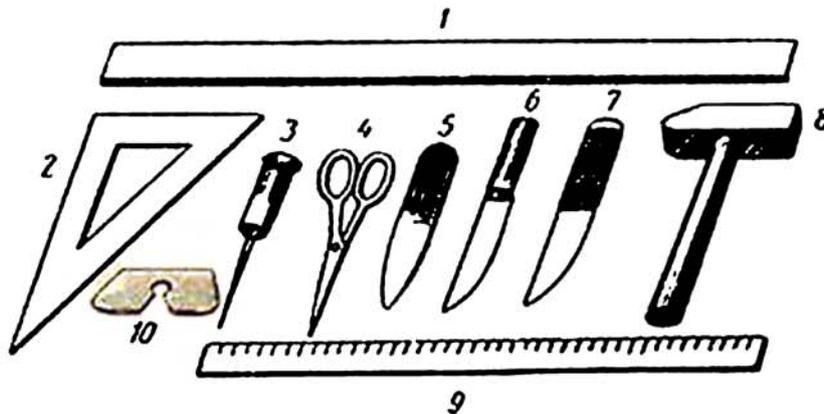
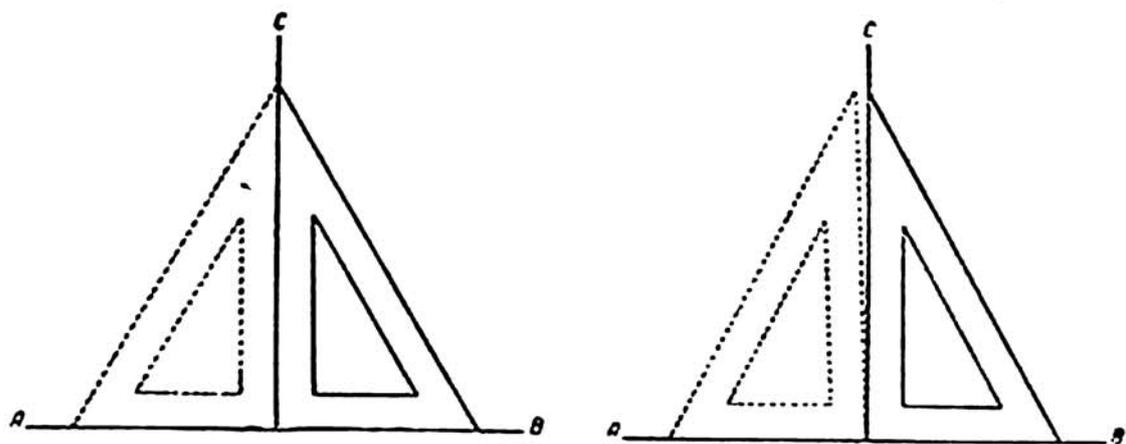

Рис. 9. Инструменты для переплета:
Рис. 10. Проверка угольника: слева—угольник правильный, справа—угольник неправильный
**Ножи** для резки бумаги, картона и тканей (рис. 9, 6, 7). Специальных ножей для переплетных работ в продаже нет;
**Н о ж и ц ы** (рис. 9, 4) длиной 20—22 см с острыми концами и с шарниром посередине или ближе к кольцам.
**Л и н е й к а** **м е т а л л и ч е с к а я** (рис. 9, 7) длиной 80—110 см, шириной 3—4 см, толщиной 3 мм, с нанесенными на ее верхнюю грань делениями на сантиметры и миллиметры. Такая линейка удобна как для отмеров, так и для резки по ее отшлифованным граням больших листов бумаги и картона.
**Л и н е й к а** **д е р е в я н н а я** измерительная (рис. 9, 9) длиной 35—40 см, шириной 2,5—3 см, толщиной 2 мм, с нанесенными на ее верхнюю грань четкими делениями на сантиметры и миллиметры.
**У г о л ь н и к** **м е т а л л и ч е с к и й** (рис. 9, 2) из листовой стали толщиной 2 мм. Ширина сторон угольника равняется 5 см. Длина внешних сторон угольника, образующих прямой угол,—33 и 23 см. Прежде чем пользоваться угольником, следует убедиться в том, что его стороны образуют прямой угол. Надо положить угольник на большой лист бумаги и провести линии по сторонам, которые образуют прямой угол. Горизонтальную линию продолжить по подставленной к угольнику линейке, затем угольник повернуть вокруг вертикальной стороны на 180° и совместить горизонтальную сторону угольника с горизонтальной линией; если при этом вертикальная сторона угольника не отклонится от вертикальной линии, то угол, образованный этими сторонами,—прямой (рис. 10).
Шило переплетное (см. рис. 9, 3) должно иметь металлическую ручку. Лучше, если все шило, то есть его ручка и стержень, будет выточено из стального бруска. Сталь для шила подбирается твердая, но не перекаленная, чтобы шило в работе не гнулось и не ломалось.
Молоток стальной (см. рис. 9, 8) с широкой головкой и деревянной ручкой длиной 20—22 см, весом приблизительно 400 г.
**Косточка переплетная** (см. рис. 9, 5)—тонкая пластинка из кости, пластмассы или твердого дерева; один конец ее должен быть закруглен, а другой заострен. Длина косточки—15—18 см, ширина 3 см. Толщина косточки в середине 3—4 мм, у краев 1 мм. Косточка должна быть хорошо отшлифована, ребра—округлены.
**Растрепка** (см. рис. 9, 10)—металлическая пластинка с прорезью с одной стороны до середины для разломачивания концов шнуров у сшитых книжных блоков. Длина растрепки равна 10—12 см, ширина—4—5 см, толщина—1—2 мм.